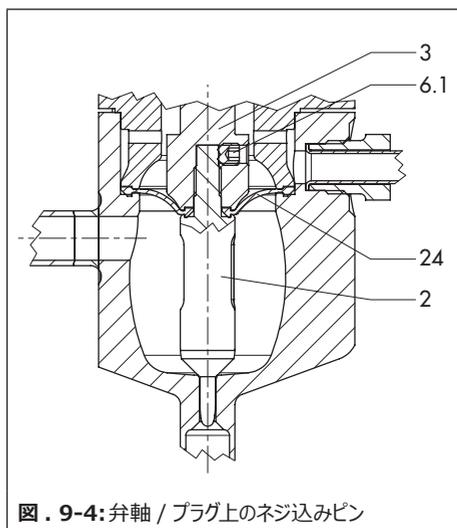

図. 9-4: 弁軸 / プラグ上のネジ込みピン
- マイクロフロー弁仕様の場合:** ネジ込みピン (6.1) を外します (図 . 9-4 をご覧ください)。
- 弁軸 (3) をプラグ (2) から外します。
- ダイヤフラム (24) を取り外します。
- 新しいダイヤフラム (24) を新しいプラグに挿入します。
- 適切な工具を用いて、再度新しいプラグ (2) を弁軸 (3) 上にねじで留め直します。弁軸を、以前印を付けておいた取付位置に揃えます。これをするには、プラグを適切な締め付け用治具 (例えば柔らかい口金が付いた万力) に固定して、適切な工具でプラグを引きます。
- マイクロフロー弁仕様の場合:** プラグ (2) をネジ込みピン (6.1) で固定します。(図 . 9-4 をご覧ください)。
21. プラグ (2) を弁軸 (3) とダイヤフラム (24) と一緒に標準ヨーク (20) に押し込みます。
22. 標準ヨーク (20) を弁軸 (3)、プラグ (2)、ダイヤフラム (24) と一緒にボディ (1) に設置します。
23. 適切な潤滑剤をボルト (34) に塗布します。
24. バルブボンネットがボディフランジに接触するまで、標準ヨーク (20) 上のねじ (34) を十文字の順に徐々に締めます。